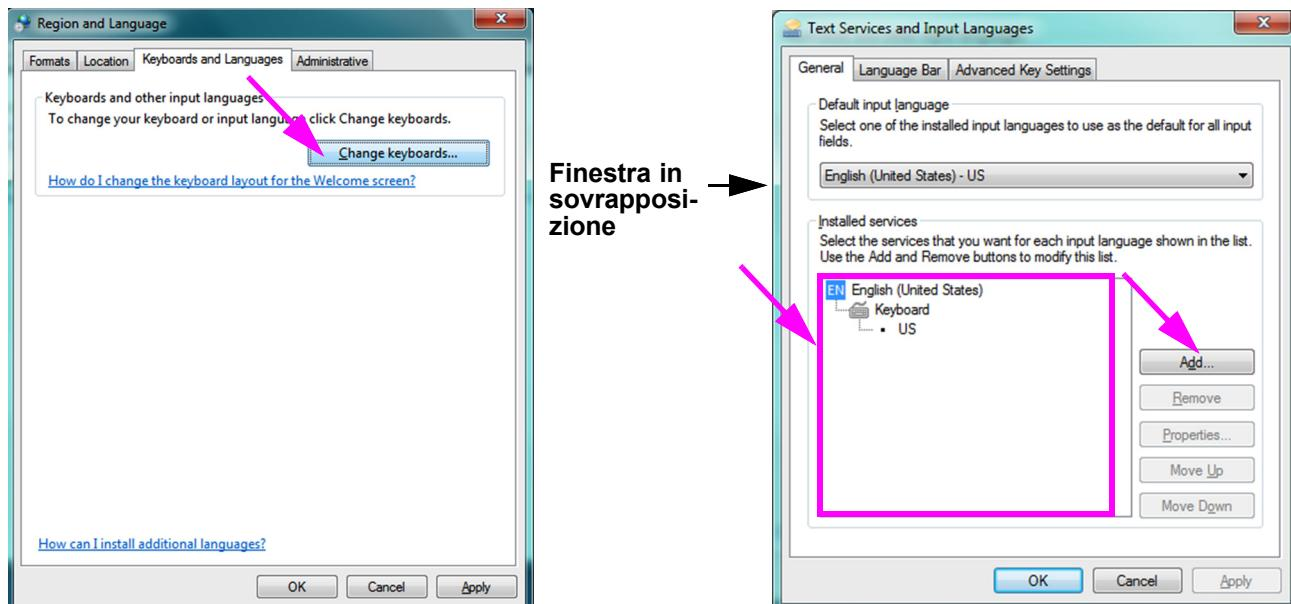

Figura C-8. Schermate Region and Language (Paese e lingua) e Text Services and Input Languages (Servizi di testo e lingue di input)
2. Quando la scheda Keyboards and Languages (Tastiere e lingue) viene visualizzata, fare clic sul pulsante **Change keyboards...** (**Cambia tastiere...**) (vedere la Figura C-8). Viene visualizzata una finestra in sovrapposizione, con l'elenco di Installed Services (Servizi installati), ovvero le tastiere di lingua disponibili.
Se la lingua desiderata non è presente nella casella Installed Services (Servizi installati), fare clic sul pulsante **Add (Aggiungi)** (vedere la Figura C-8).